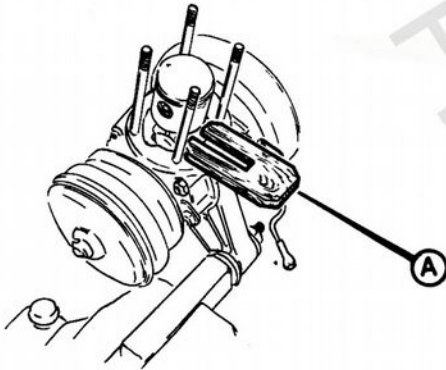

fig. 35
- Avant de procéder à la remise en place des segments (fig. 35), il est indispensable de nettoyer sans les déformer, les gorges du piston. Se servir, pour cela, d'un morceau de segment. Vérifier le jeu à la coupe des segments qui doit être de 3/10 de mm maximum. Pour cela introduire les segments dans le cylindre et contrôler le jeu à l'aide d'une jauge.
Afin de faciliter cette opération nous vous conseillons la réalisation d'un outil en bois (A) conforme à celui de la figure 35.